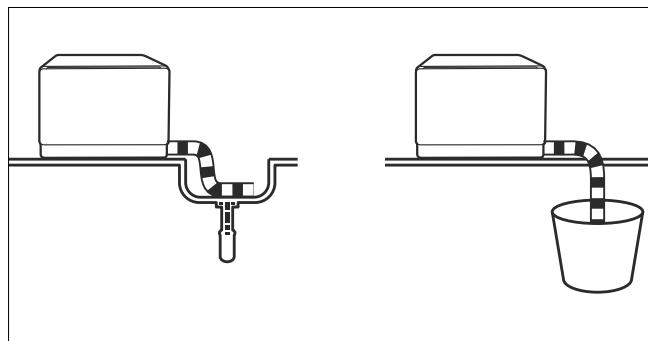

Fig. 14 – Scarico in un lavandino o in un contenitore
- ▶ Agganciare l'estremità del tubo flessibile dell'acqua di scarico in un lavandino o in un contenitore sufficientemente grande (≥ 12 litri) (vedere **Fig. 14**).
- ▶ Al termine delle operazioni di allacciamento alla rete idrica e fognaria, inserire la spina di alimentazione (7) in una presa elettrica.